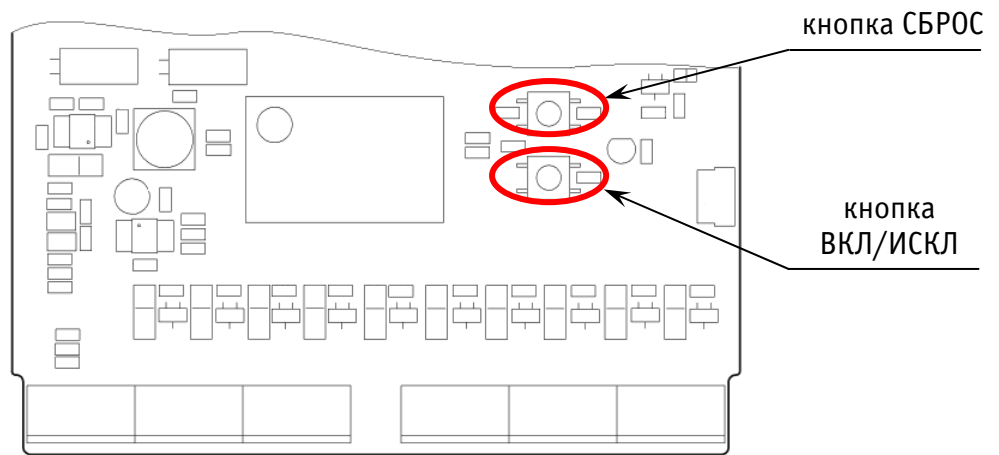

Рисунок 8. Расположение кнопок СБРОС и ВКЛ/ИСКЛ на плате Устройства
Кнопки СБРОС и ВКЛ/ИСКЛ расположены на плате, рис. 8.
Для включения Устройства в сеть Z-wave необходимо перевести первичный контроллер сети Z-wave в режим включения, и трижды нажать кнопку ВКЛ/ИСКЛ (расположенную на плате устройства, рис. 8). Исключение Устройства из сети производится аналогично.
- в течение 30 с (время поиска включаемого устройства, заданное контроллером по умолчанию), трижды нажать на кнопку ВКЛ/ИСКЛ, расположенную на плате Устройства (рис. 8). После этого будет инициирована процедура поиска (включения) нового устройства в сети.